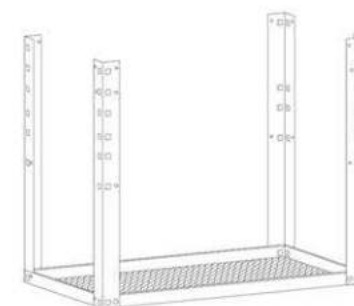

Рис. 2. Установка стоек
3. Установите четыре стойки (2) к полке (1) (рис. 2). Закрепите стойки с помощью клипс и винтов М6 x 10, шайб А6 и гаек М6.